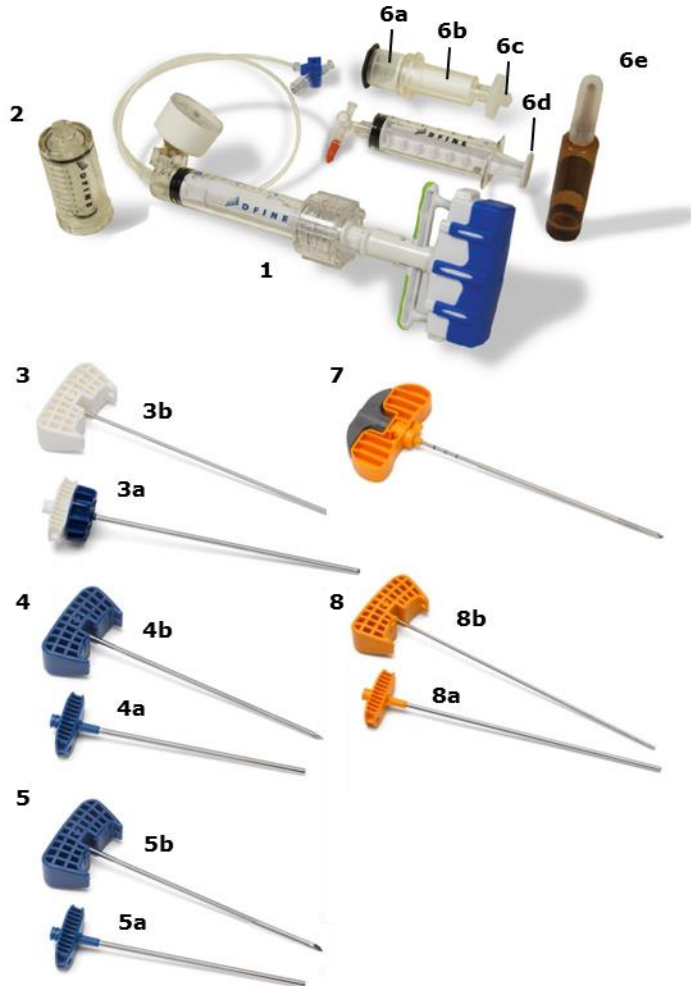

Figura 1. Sistema de Aumento Vertebral StabiliT MX
O Sistema de Aumento Vertebral StabiliT MX é um sistema para a administração controlada do Cimento Ósseo StabiliT no tratamento de fracturas de compressão vertebral. O Sistema de Aumento Vertebral StabiliT MX é constituído por, no máximo, oito (8) componentes (Figura 1).